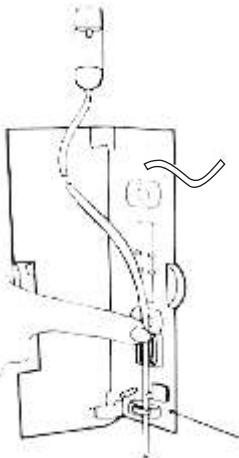

Figura 4
- b. Cargar el tubo del equipo en el canal guía, de abajo arriba, como se muestra en la Figura 4, asegurando de no estirar el tubo.